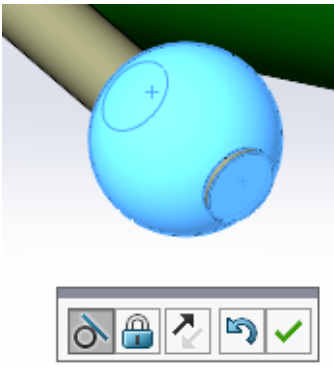

图 4-49 添加“相切”配合
- 如图 4-49 所示，定义“Free_handle_rod”平端面和“Free_handle_ball”球面之间的“相切”配合。